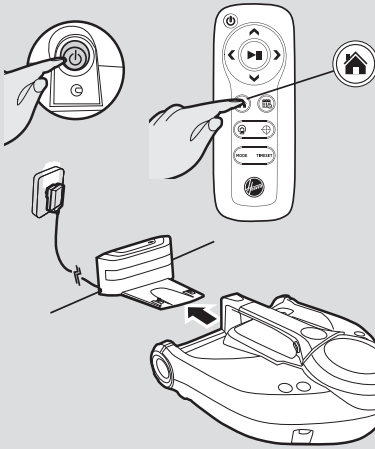

Fig. 4
Sätt på robotdammsugaren med on/off-knappen på undersidan (I). [Fig. 4] Sätt ned den framför laddningsstationen.